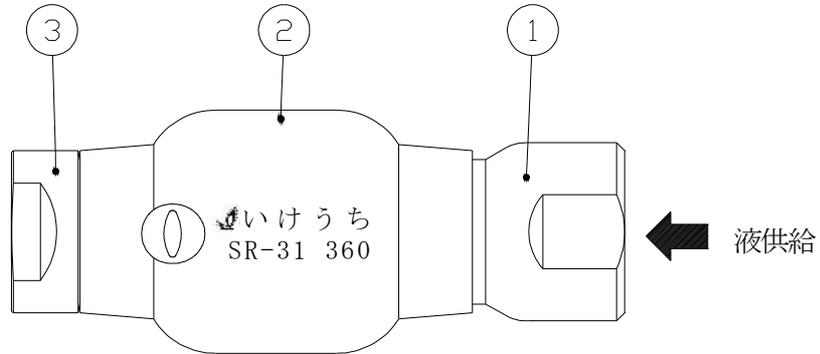

図1. (例：SR-31)
(1) 回転体②の刻印が図1. の向きになるように組付けてください。